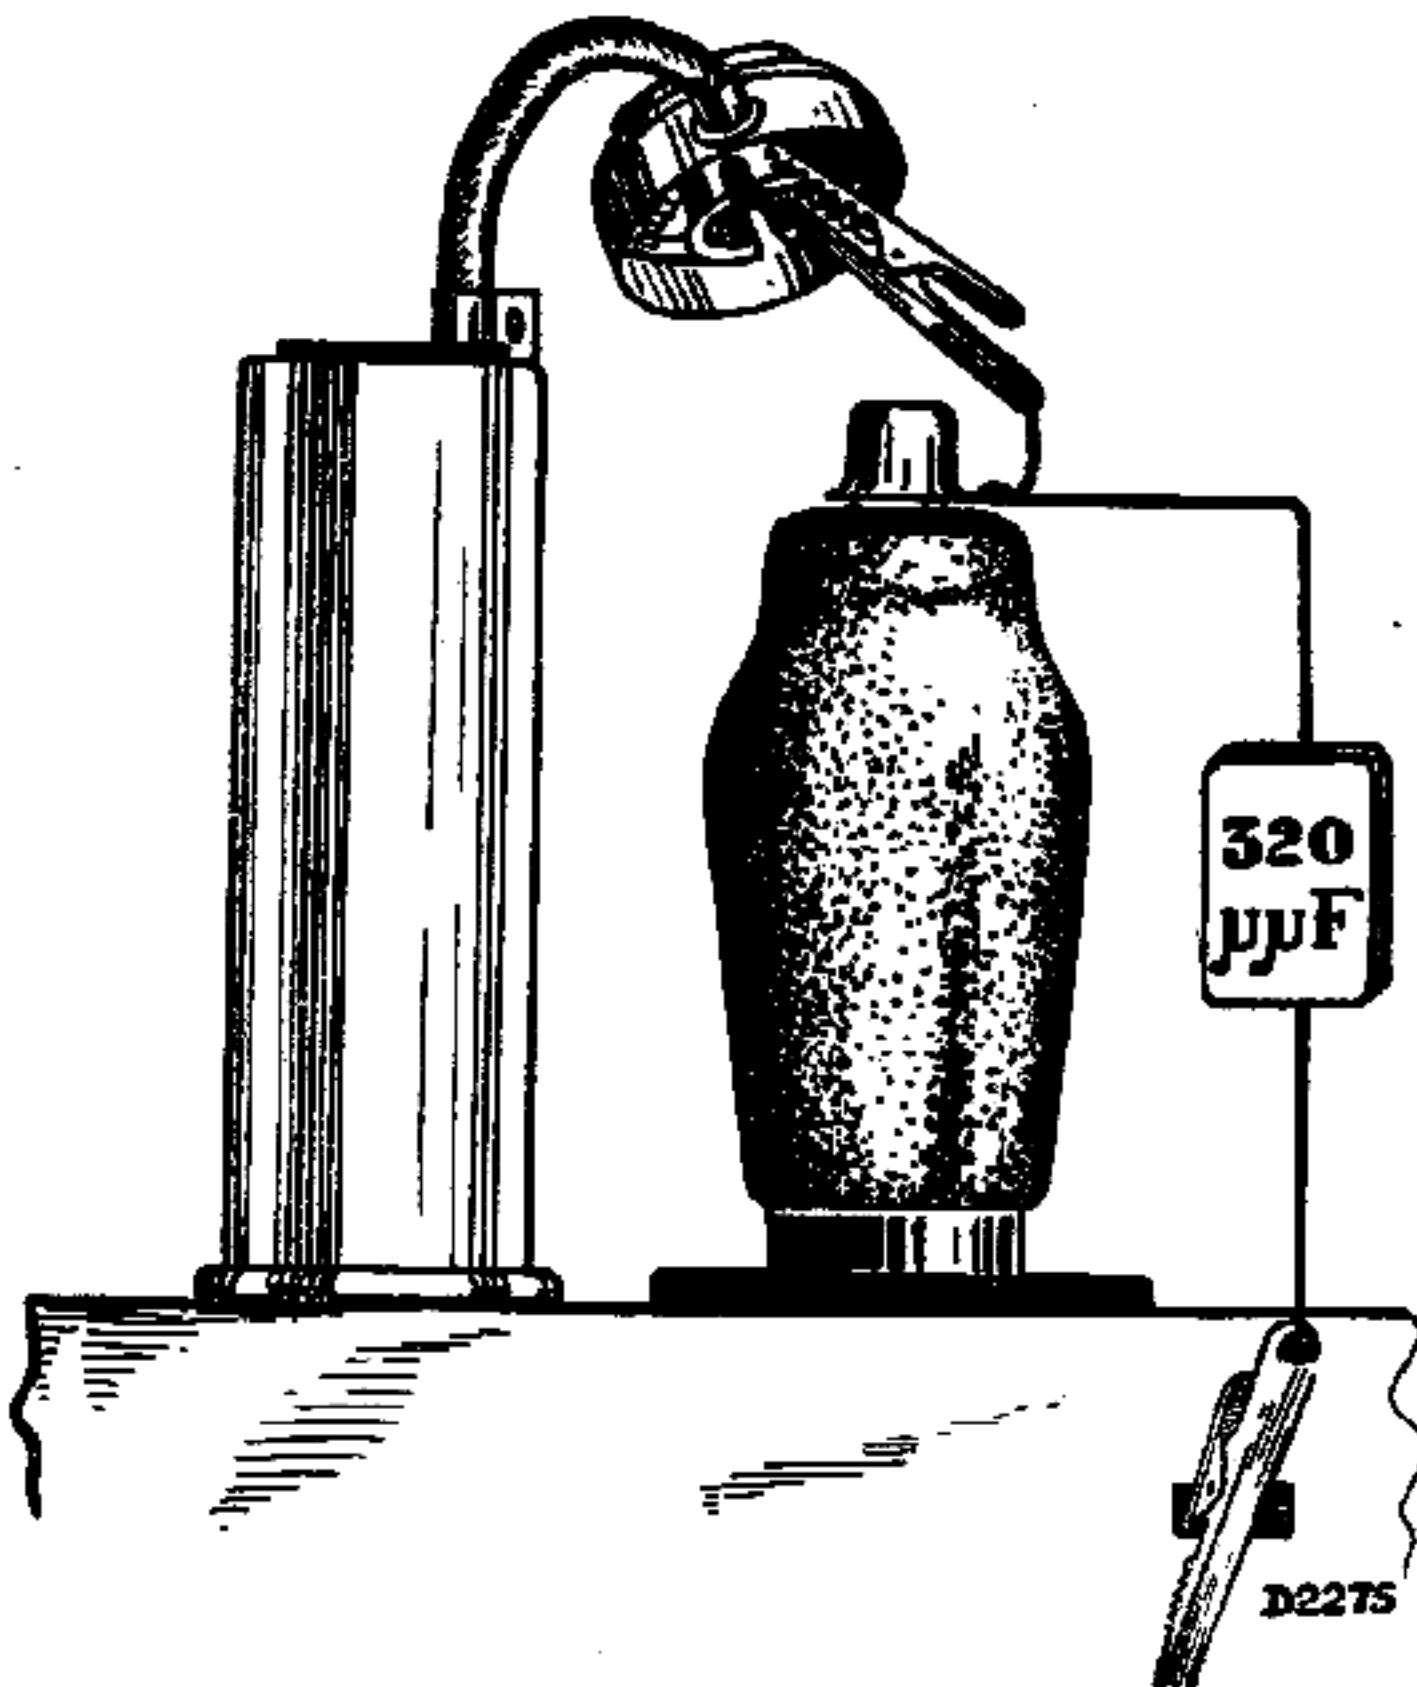

Fig. 4
9. Verstemmingscondensator wegnemen en 2e kring verstemen met cond. 320  $\mu\mu\text{F}$  tussen rooster L2 en chassis (zie fig. 4).